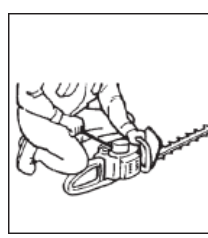

FIG. 4
4. Placez l'appareil sur une surface stable et propre. Tirez rapidement sur le bouton du démarreur. (Fig. 4)